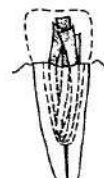

Рис. 12
5. Заполните канал композитом химического или двойного отверждения (например, «Компофикс»). Смоченное и сложенное вдвое стекловолокно с помощью узкого шпателя быстро введите в канал до самого дна. Уплотните стекловолокно в канале, прижимая его к стенкам канала и выводя излишек композита из центральной части. Оставшуюся пустую часть воронки заполните композитом и введите аналогично первому второй отрезок стекловолокна (рис. 12).